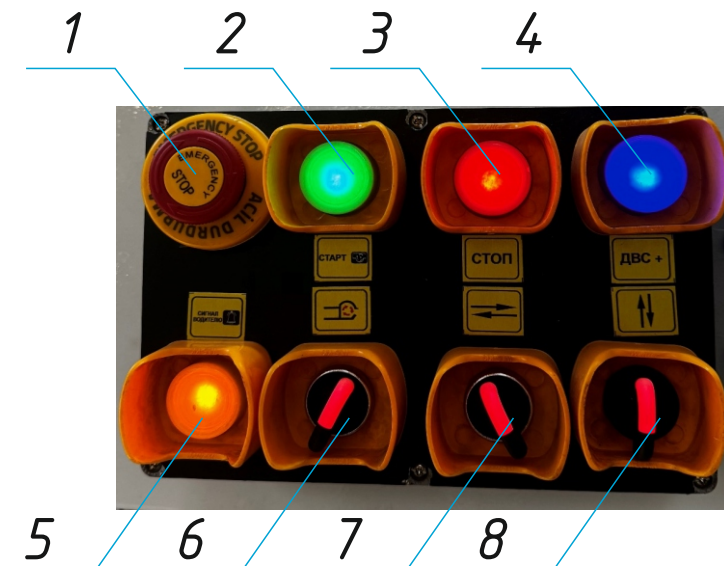

Рисунок 8. Основной пульт автоматического управления
6.1.6. Перед работой с опрокидывателем опустить аутригер придав жесткости мусоровозу при работе с загрузкой ТБО, рычаг 6 (рис. 9) или на автоматическом пульте управления тумблер 9 (рис.8).
6.2.2. Включить автоматический цикл работы загрузочного механизма кнопкой на основном пульте автоматического управления 2 (рис.8).
6.3.1. Поднять аутригер в исходное положение рычаг 6 (рис.9) или тумблер 8 на пульте автоматического управления (рис.8).